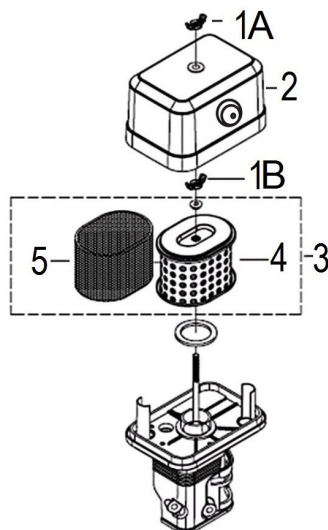

Рис. 25 Обслуживание воздушного фильтра
1. Открутите барашковую гайку 1А и снимите крышку 2 воздушного фильтра (Рис. 25).
2. Открутите барашковую гайку 1В и снимите воздушный фильтр 3 в сборе (Рис. 25).
Поролоновый (предварительный) фильтрующий элемент 5 установлен на корпусе бумажного фильтрующего элемента 4 (Рис. 25).